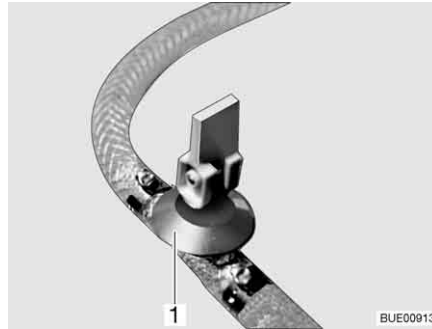
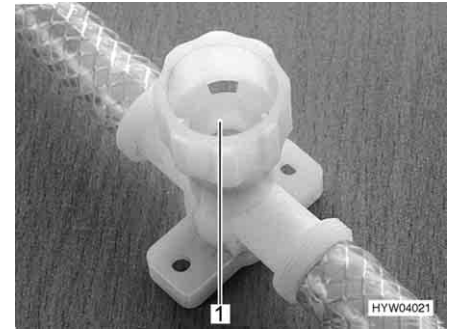

Fig. 226 Llave de desagüe (con balancín)
Fig. 227 Llave de desagüe (con tapa giratoria)
- Abrir todas las llaves de desagüe. Para esto, poner el balancín de la llave de desagüe (Fig. 226,1) en posición vertical o girar la tapa de la llave de desagüe (Fig. 227,1) en sentido contrario a las agujas del reloj.